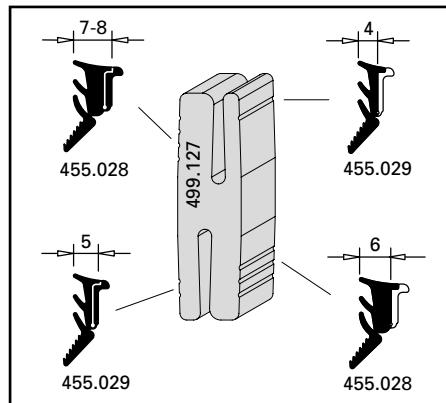

Abb. 23 / Fig. 23 / Fig. 23
- Einbaubreiten der Keildichtungen (siehe Abb. 23)
- Voir les largeurs des joints à bourrer fig. 23
- Refer to Fig. 23 for the installation widths of the wedge weatherstrips